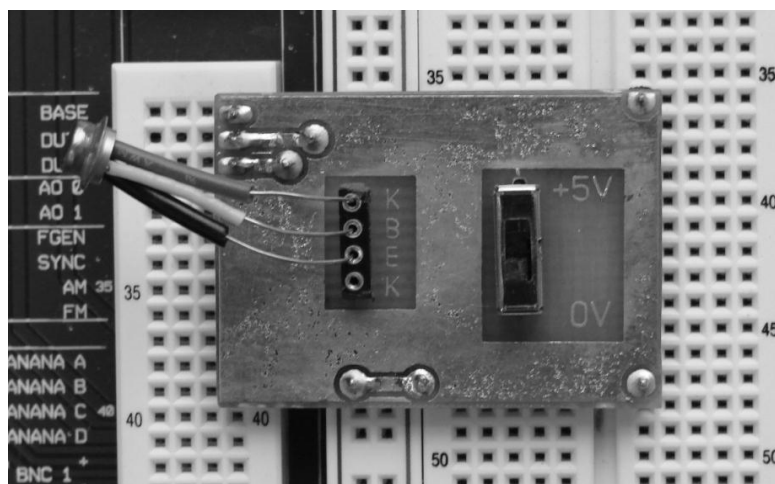

Рис. 2
4.4.1 Для исследования входной вольтамперной характеристики установить транзистор в гнезда контактной площадки в соответствии с цоколевкой. При этом эмиттер должен быть вставлен в гнездо «Е», база – в гнездо «В», коллектор – в гнездо «К». Как известно, входные характеристики $I_b = f(U_{бэ})$ транзистора п-р-п – структуры снимаются при двух значениях напряжения на коллекторе: $U_{кэ} = 0$ и $U_{кэ} = 5$ В. Для этого на контактной площадке имеется соответствующий переключатель. Фотография примера подключения п-р-п-транзистора при $U_{кэ} = 5$ В приведена на рис.2.